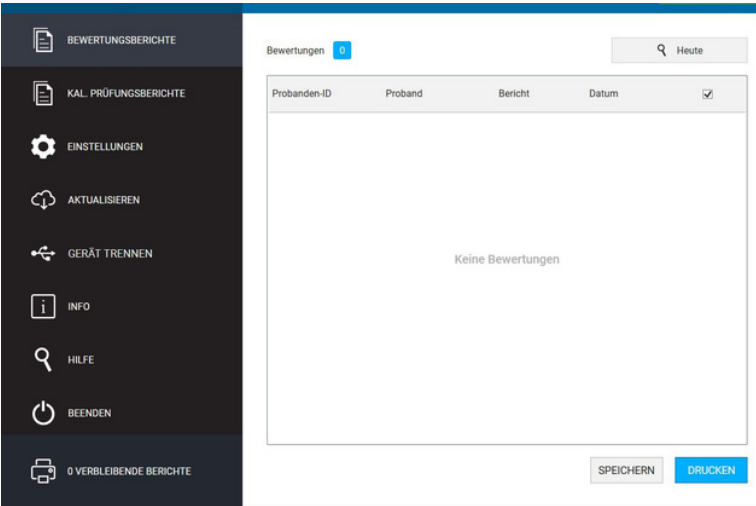
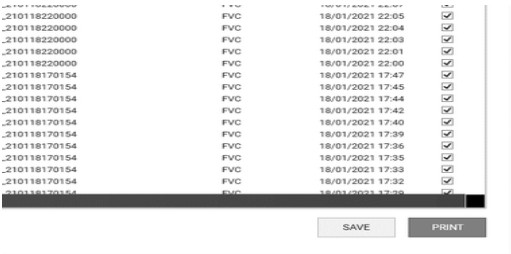

Abbildung 7
Abbildung 8
- 3. Device Studio sucht auf dem Gerät nach Bewertungen (siehe Abb. 7). Die verfügbaren Bewertungen werden auf dem Bildschirm angezeigt und können ausgewählt und gedruckt und/oder gespeichert werden (siehe Abb. 8).